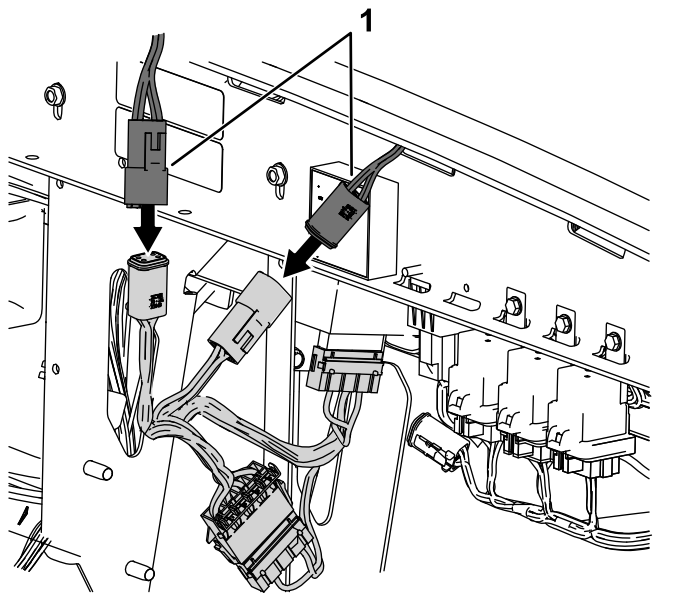

Bild 26
5. Verbinden Sie den losen viereckigen Stecker am Kabelbaum des Stromrichters mit dem Kabinenadapterkabelbaum (Bild 26).
6. Verbinden Sie die lose viereckige Buchse am Kabelbaum des Stromrichters mit dem Kabinenadapter-Kabelbaum (Bild 26).